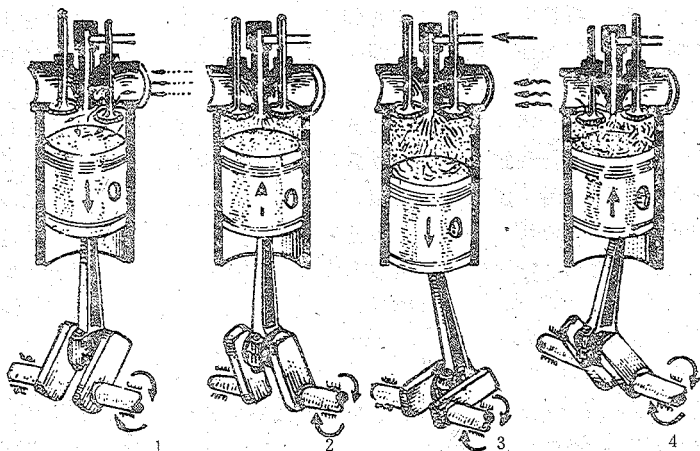

图 2 单缸四行程柴油机的工作过程简图
进气行程（图2—1） 活塞从上止点向下止点运动，气缸容积逐渐增大，使气缸内的压力低于外界大气压力。此时进气门打开，排气门关闭。新鲜空气在压力差的作用下被吸入气缸，当活塞到达下止点时，进气门关闭，进气行程结束。进气行程是第一个行程，曲轴转了第一个半圈（ $0^{\circ}$ — $180^{\circ}$ ）。
压缩行程（图2—2） 活塞从下止点向上止点运动，此时进、排气门都关闭，气缸内的空气受到压缩，温度和压力不断升高。当活塞到达上止点时，压缩行程结束，空气被压缩成最小体积，气缸内压力达到35—40公斤/厘米2，温度达到500—700℃。为了保证柴油在喷入气缸后能自动着火燃烧，所以压缩终了时的空气温度必须超过柴油的自然温度（柴油的自然点约300—355℃）。压缩行程是第二个行程，曲轴转了第二个半圈（ $180^{\circ}$ — $360^{\circ}$ ）。
工作行程（图2—3） 压缩行程接近终了，活塞将到上止点时，柴油在120—170公斤/厘米2压力作用下成细雾状喷入燃烧室，与高温空气混合后便自行着火燃烧。此时进、排气门仍都关闭。燃烧后的气体压力增大到60—80公斤/厘米2，温度达到1700—2000℃。高温高压气体推动活塞从上止点向下止点运动，使曲轴旋转。活塞到达下止点时，工作行程结束。由于气缸容积增大，压力降到3—4公斤/厘米2，温度降到800—900℃。工作行程是第三个行程，曲轴转了第三个半圈
**排气行程** (图 2—4) 活塞从下止点向上止点运动, 此时排气门打开, 进气门仍然关闭, 燃烧后的废气在活塞推挤下从排气门排出气缸外。当活塞到达上止点时, 排气行程结束, 这时气缸内压力为  $1.05$ — $1.1$  公斤/厘米2, 温度为  $300$ — $500^{\circ}\text{C}$ 。排气行程是第四个行程, 曲轴转了第四个半圈 ( $540^{\circ}$ — $720^{\circ}$ )。